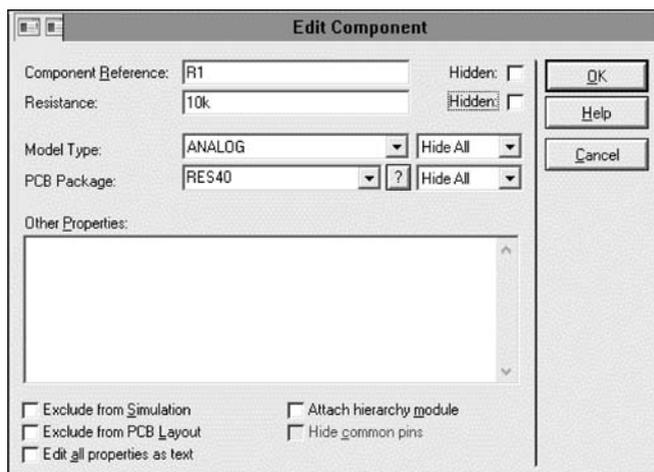

图 5-20 电阻属性对话框
元件放置后,可通过移动、旋转、删除、属性修改等操作对元件进行编辑。首先要选中元件。元件选择有以下几种方式:①单击选择;②对于活动元件,如按钮 BUTTON 等,通过鼠标左键拖动选择;③对于一组元件的选择,可以通过鼠标左键拖动选择框内的所有元件,也可按住 Ctrl 键再用鼠标左键依次单击要选择的元件。选中元件后,用鼠标左键拖动所选元件可以移动元件;按键盘的 Delete 删除键或者在选中的元件上右击,从弹出的快捷菜单中选择 Delete Object 命令可以删除元件;在右键菜单中选择相应的旋转选项可以旋转元件或修改元件属性。不同元件的元件属性对话框不同,如图 5-20 所示为电阻属性对话框。